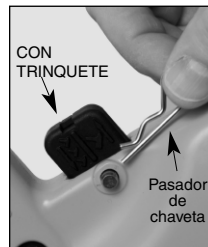

Fig. 1
- Para funcionar con trinquete (golpes múltiples), siga los pasos que se muestran en la Fig.1.